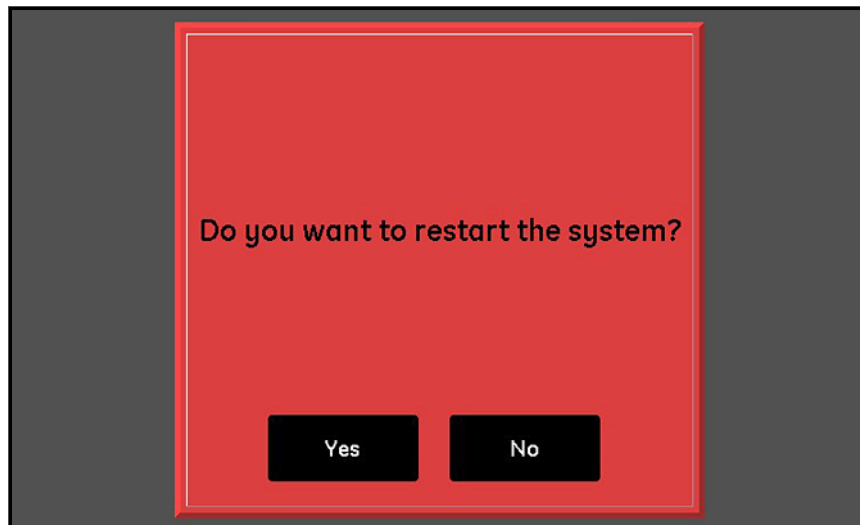

Figura 30: Schermata di conferma del riavviamento
3. Nella schermata di conferma mostrata nella *Figura 30*, toccare il pulsante **Si** per riavviare l'unità o toccare il pulsante **No** per annullare la richiesta.
Per riavviare il sistema moisture.IQ, toccare il pulsante **Riavvia**. Quindi toccare **Sì** o **No** nella schermata di conferma simile a quella mostrata nella *Figura 30 a pagina 34*.